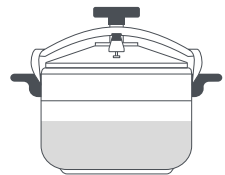

Fig. 2
2 Si vous préparez des aliments qui se dilatent pendant la cuisson, comme le riz, les céréales ou les aliments déshydratés, ne remplissez pas ou ne dépassez pas la marque de niveau « 1/2 » gravée à l'intérieur de la cuve de l'autocuiseur (11) (Fig. 2). En dépassant les niveaux de remplissage de l'autocuiseur, vous risquez d'endommager les dispositifs de sécurité et d'augmenter le risque de brûlures.